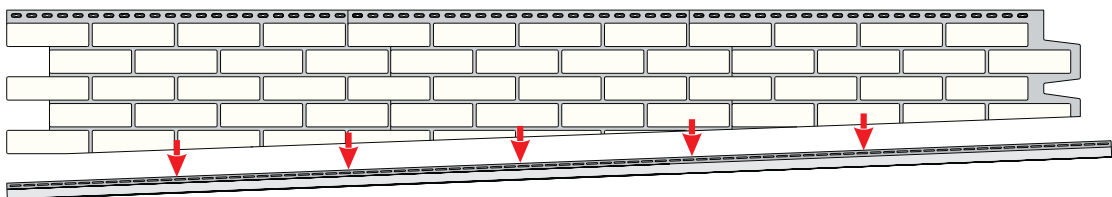

Рисунок 86
16.5 Если основание дома под уклоном, в качестве стартового элемента необходимо использовать J-профиль универсальный 7/8 (Рис. 86). Нижняя часть панели с учетом угла уклона подрезается и вставляется в J-профиль 7/8. Для равномерного слива дождевых осадков в J-профиле можно высверлить отверстия диаметром 4-5 мм с интервалом 30-40 см.